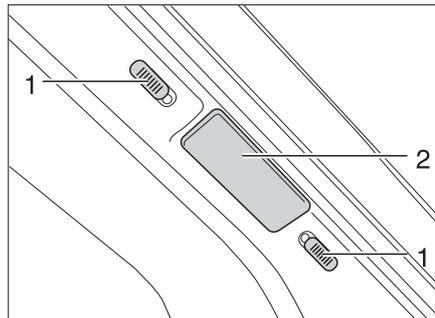
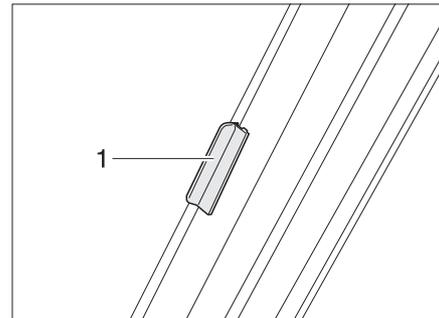

Bild 25 Verriegelung faltverdarklung Frontscheibe
Bild 26 Verriegelung faltverdarklung Frontscheibe (I-Modell)
- Die beiden Hälften der faltverdarklung für die Frontscheibe am Griff (Bild 25,2 und Bild 26,1) bis zum Anschlag nach außen schieben.
- Die Verriegelungsknöpfe (Bild 25,1) nach unten bzw. nach oben schieben. Wenn der rote Punkt sichtbar ist, ist die Verriegelung offen.